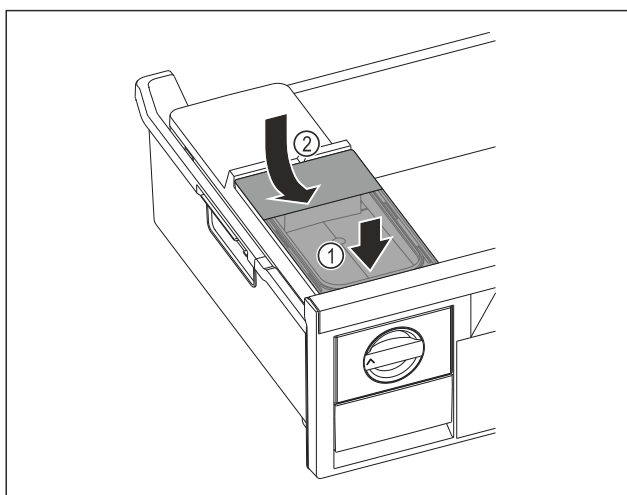

Fig. 43
- Установите бак для воды спереди. Fig. 43 (1)
- Опустить бак для воды сзади. Fig. 43 (2)